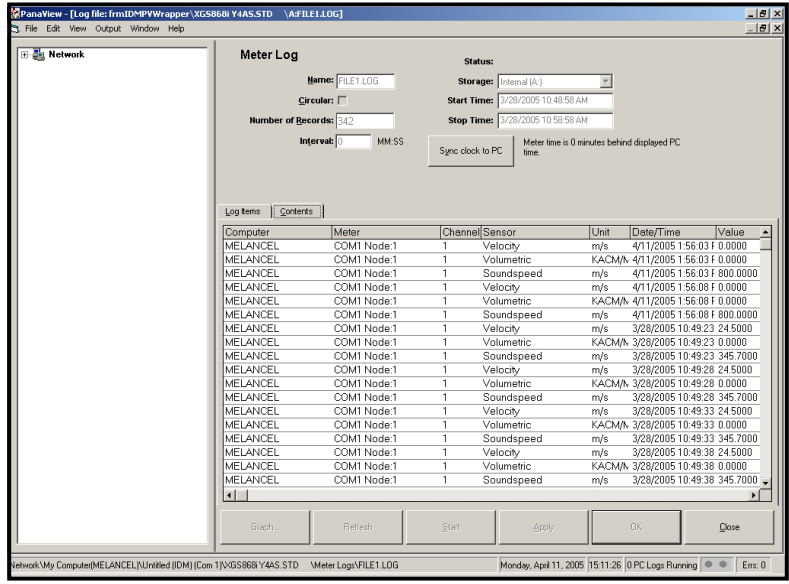

Figure 21: Contenu typique du journal
- Cliquez sur l'onglet *Contenu* (voir Figure 21 à la page 10) pour obtenir une liste de tous les points de données enregistrés à ce jour pour le paramètre actuellement en surbrillance dans l'onglet *Éléments du journal*.
N'oubliez pas que seuls deux paramètres par canal peuvent être représentés graphiquement et que les deux mêmes paramètres doivent être représentés graphiquement pour chaque canal d'un affichage graphique multicanal. Lorsque vous avez terminé de visualiser le graphique, cliquez sur le bouton d'option **[Fermer]** pour fermer la fenêtre du graphique et laisser le journal en cours d'exécution. Pour consulter les détails du journal, cliquez sur l'onglet *Contenu*. La fenêtre ressemble maintenant à la Figure 21.
- Cliquez sur l'onglet *Log Items* (voir Figure 21 à la page 10) pour obtenir une liste des paramètres spécifiés pour la journalisation.